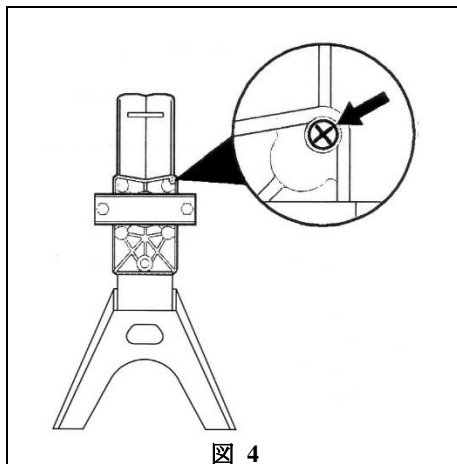

図 4
ウッドボーイには、オイルタンク内の気圧を一定に(大気圧と等しく)するために、図 4 に示す位置にエアーベント(空気穴)があります。
- 薪割り作業をするときはフレームのエッジ側端面にあるエアーベントスクリュー(図 4 参照)を3~4回転弛めます。
- 運搬するときは油漏れ防止のためエアーベントスクリュー(図 4 参照)を軽く締め付けておきます。